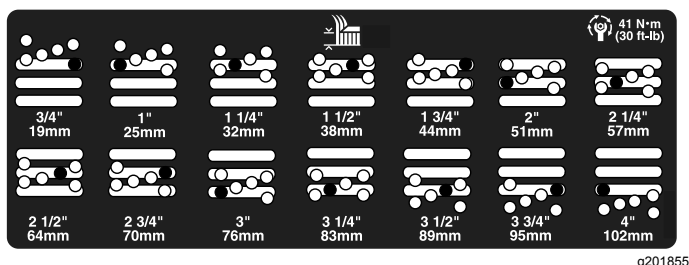

Figura 22
5. Mueva la cámara a la altura deseada e instale el espaciador en el taladro y la ranura de altura de corte deseados (Figura 22)